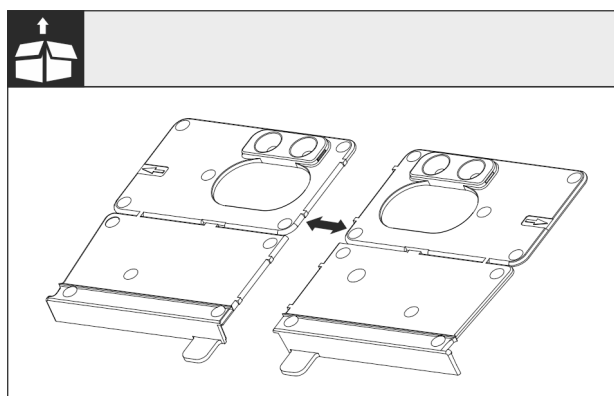

Fig. 27
- Oddzielić dolny kątownik montażowy Fig. 27 () przy perforacji.